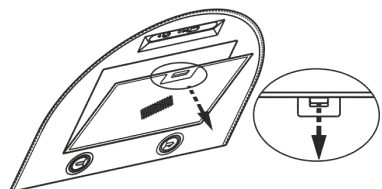

рис. 4
8.3 Для очистки алюминиевого фильтра извлеките его из вытяжки (рис. 4) и произведите очистку с помощью щетки горячим водным раствором нейтрального моющего средства вручную или в посудомоечной машине (при 60°C).
- снимите алюминиевый фильтр (рис. 4);
- перед установкой вытяжки снимите алюминиевый фильтр, для этого нажмите на пружинный замок на фильтре и потяните его вниз и на себя (рис. 4);